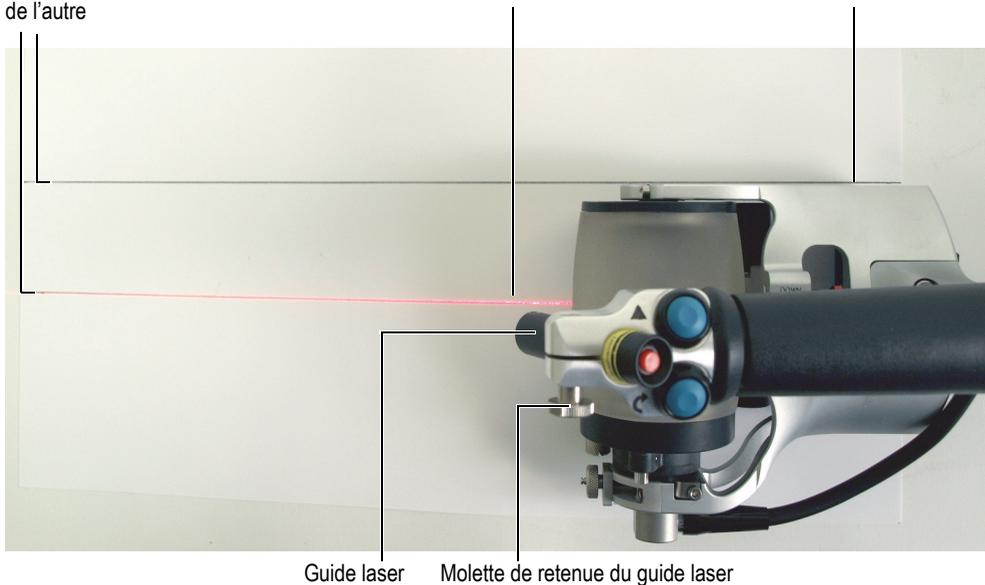

Figure 6-43 Alignement du faisceau laser
1. Sur une surface plane, tracez deux lignes de guidage parallèles d'une longueur de 500 mm et à 50 mm de distance l'une de l'autre (Figure 6-43 à la page 125).